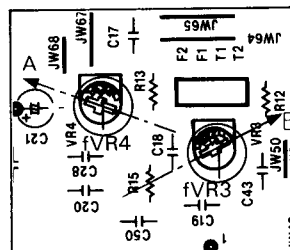

Fig. 3
- Den Regler f VR 3 so einstellen, wie der Pfeil A in Fig. 3 anzeigt.
- Den Regler f VR 4 so einstellen, wie der Pfeil B in Fig. 3 anzeigt.
- Adjust control f VR 3 as indicated by arrow A, see Fig. 3.
- Adjust control f VR 4 as indicated by arrow B, see Fig. 3.